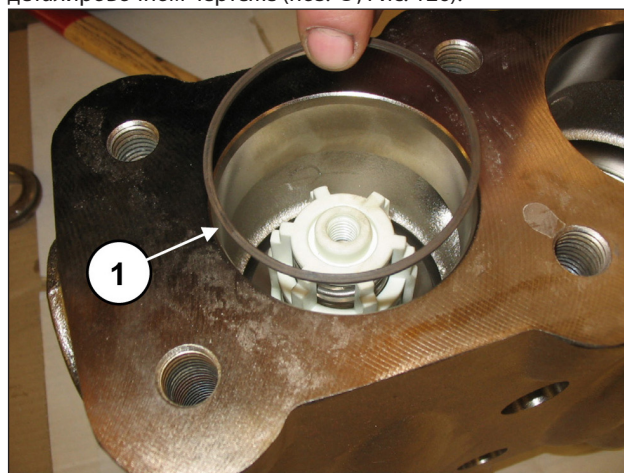

Рис. 126
Вставьте антиэкструзионное кольцо, поз. №16 на детализовочном чертеже (поз. ①, Рис. 126).